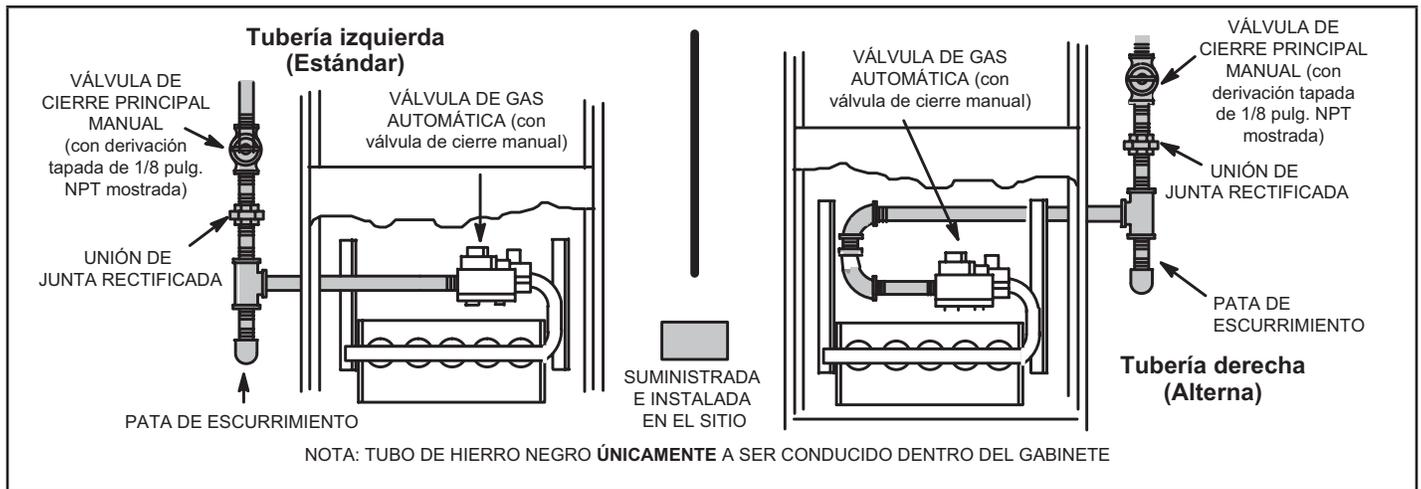

FIGURA 56
- 1 - La tubería de gas se puede conducir a la unidad desde el lado izquierdo o lado derecho. La tubería de suministro entra a la válvula de gas desde el costado de la válvula como se muestra en la FIGURA 56. Conecte la tubería de suministro de gas a la válvula de gas. La torsión máxima es de 800 pulg-libras y la torsión mínima es de 350 pulg-libras cuando se conecte la tubería de gas a la válvula de gas.
- 3 - La tubería de gas no debe tenderse a través de los conductos de aire, canaletas de ropa, chimeneas o ventilación de gas, montaplatos o el hueco del ascensor. Centre la línea de gas en el centro del agujero para tuberías. La línea de gas no debería tocar el costado de la unidad. Ver FIGURA 56.